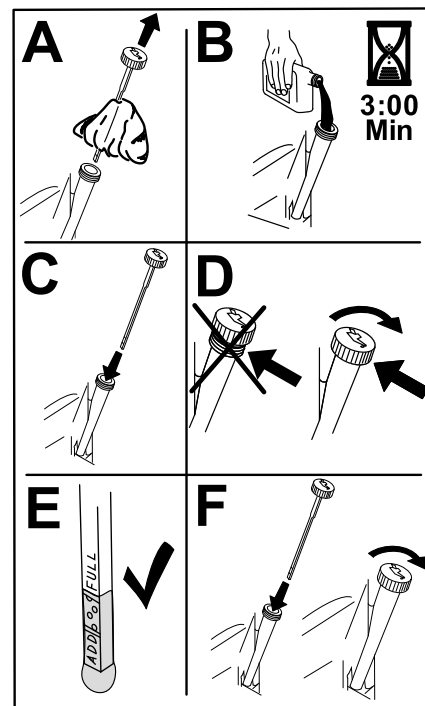

Figura 34
5. Vierta lentamente un 80% aproximadamente del aceite especificado por el tubo de llenado, luego añada lentamente el resto del aceite hasta que llegue a la marca de **Lleno** (Figura 34).
3. Llene el cárter con el tipo correcto de aceite nuevo (Figura 34).